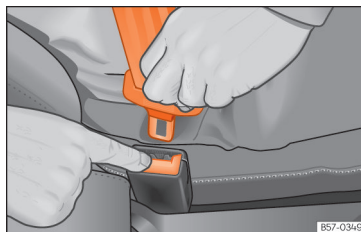

Рис. 26 Відстібання ремня безпеки.
- Натисніть червону кнопку замка >>> **рис. 26.** Пряжка ремня вискочить із замка.